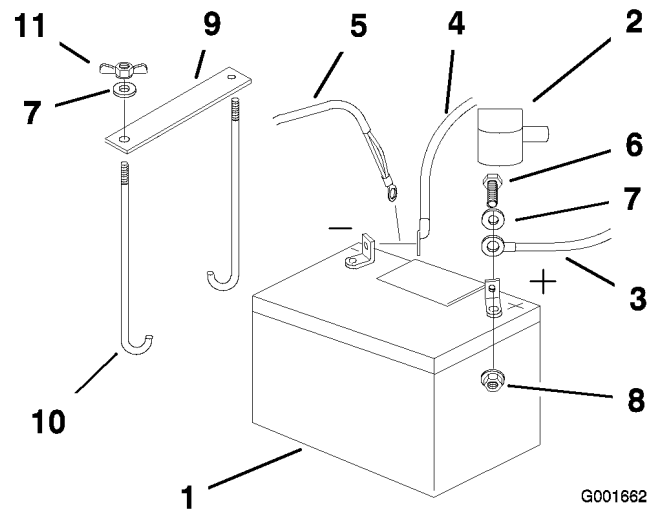

Figure 40
4. Commencez par débrancher le câble négatif et le câble de masse de la borne négative (-) de la batterie (Figure 40).
5. Ôtez le capuchon rouge de la borne positive (rouge) de la batterie. Débranchez ensuite le câble positif (rouge) de la batterie (Figure 40).
6. Retirez les deux écrous à oreilles (1/4 inch) de fixation de la barrette de maintien de la batterie (Figure 40).
1. Placez la batterie dans son support en tournant les bornes vers le moteur (Figure 40).
4. Fixez les câbles avec 2 boulons (1/4 x 3/4 po), 2 rondelles (1/4 inch) et 2 contre-écrous (1/4 inch) (Figure 40).
6. Fixez la batterie en position avec des boulons en J, une barrette de maintien et 2 rondelles (1/4 inch), ainsi que 2 écrous à oreilles ((1/4 inch)) (Figure 40).